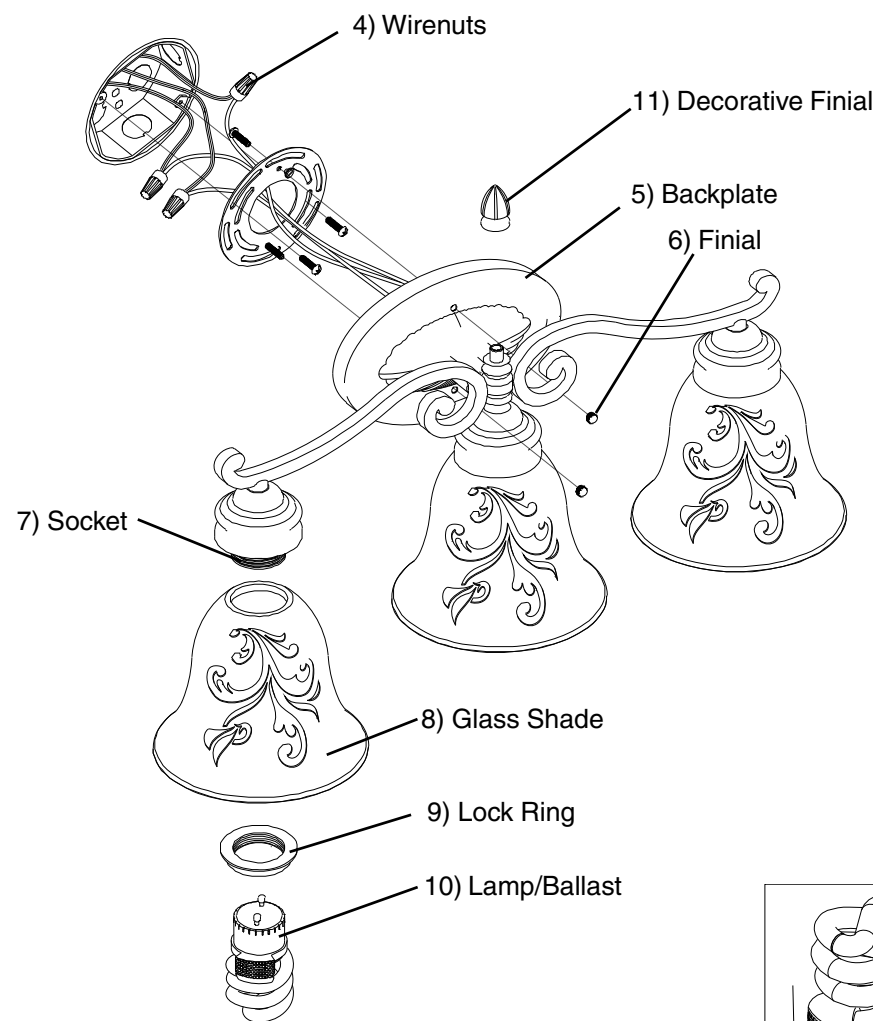

Figure 3
7. **Placer la plaque arrière (5)** sur les vis qui dépassent de la plaque de montage (1) et fixer l'appareil à l'aide des faiteaux (6).
8. **Placer l'abat-jour en verre (8)** sur la bague de retenue (9) et revisser la douille (7). **Voir la Fig. 3.**
10. **Poser le faiteau décoratif (11)** sur le centre de la volute du côté opposé à l'abat-jour en verre. **Voir la Fig. 3.**
4. **With the power turned off**, hold the fixture firmly and connect the ground wire from the fixture to the bare copper ground wire from the junction box using a Wirenut (4). *(If house wiring does not include a ground wire, consult your local electrical code for approved grounding methods).* **See Fig. 3.**
5. **Use Wirenuts (4)** to connect black fixture wire to the black power supply wire and white fixture wire to the white power supply wire. **See Fig. 3.**
7. **Position the Backplate (5)** over the Screws protruding from the Mounting Plate (1) and secure fixture with Finials (6).
8. **To Install the Glass Shade (8)**, unscrew Lock Ring (9) from the Socket (7). Place Glass Shade over the Socket and reinstall the Lock Ring (9). **See Fig. 3.**
10. **Thread Decorative Finial (11)** onto center of Scroll opposite the Glass Shade. **See Fig. 3.**
4. **Con la electricidad apagada, sostenga el luminario** firmemente y conecte el alambre verde de tierra del luminario al alambre de cobre descubierto de tierra de la caja de ensambladura usando un Capuchón de Alambres (4). *(Si el alambrado de la casa no incluye un alambre de tierra, consulte su código eléctrico local para los métodos aprobados de hacer tierra).*
5. **Use Capuchones de Alambres (4)** para conectar el alambre negro del luminario al alambre negro de suministro de electricidad y el alambre blanco del luminario al alambre blanco de suministro de electricidad. **Vea Fig. 3.**
7. **Coloque la Placa Trasera (5)** sobre los tornillos de montaje sobresal de la plata (1) y asegure el luminario con Finials (6).
8. **Para Instalar la Pantallas de Cristal (8)**, desenrosque el Anillo de Cierre (9) del Enchufe (7). Coloque la Pantalla de Cristal sobre el Enchufe e instale de nuevo el Anillo de Cierre. **Vea Fig. 3.**
10. **Rosque el Finial Decorativo (11)** en el centro de la Voluta en la parte opuesta a la Pantalla de Vidrio. **Vea Fig. 3.**